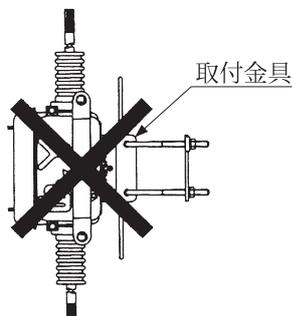

図7
- ・取付金具を付けたまま縦に設置するのはおやめください。(図7参照)
- ② 屋外で縦設置する場合はブッシング内に雨水等が浸入しないよう防水キャップ (別売品) を上方のブッシングに取付けてください。